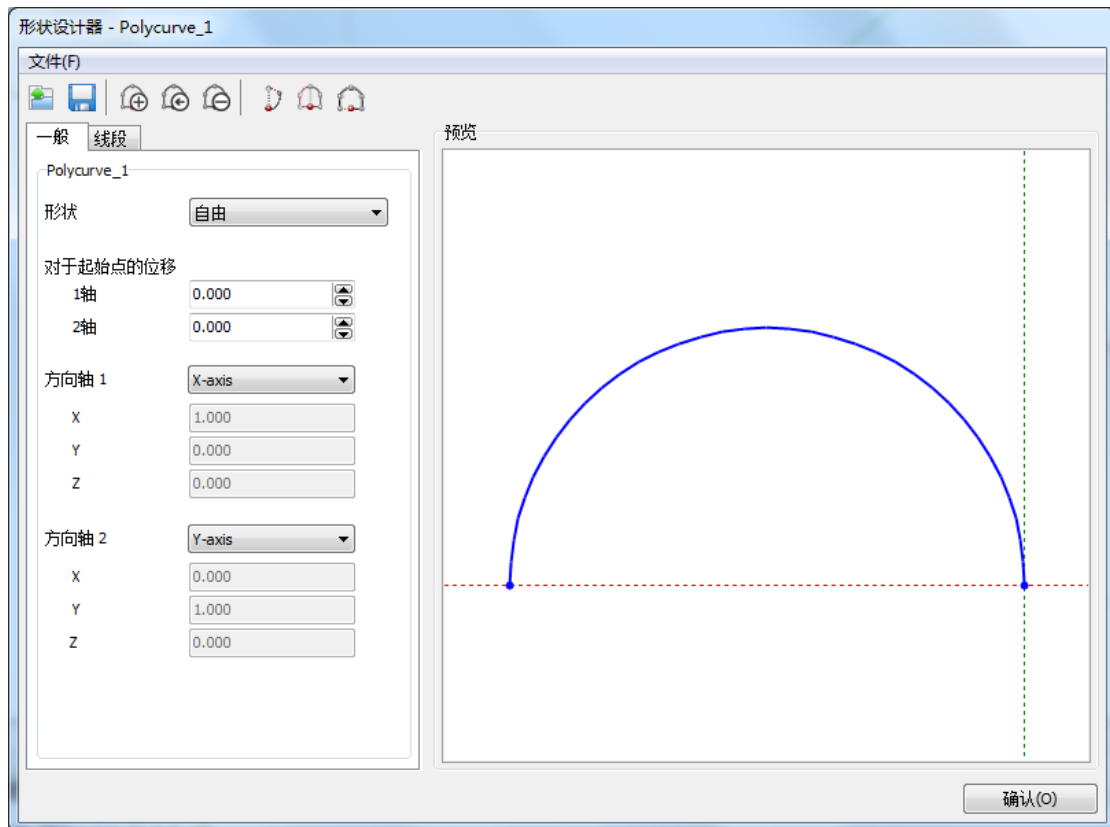

图 3.2 形状设计器的一般设置页面
- 多段线在 x-y 平面内绘制（如图 3.2），因此在本算例中默认方向轴有效。更多内容详见参考手册 5.7.2 节